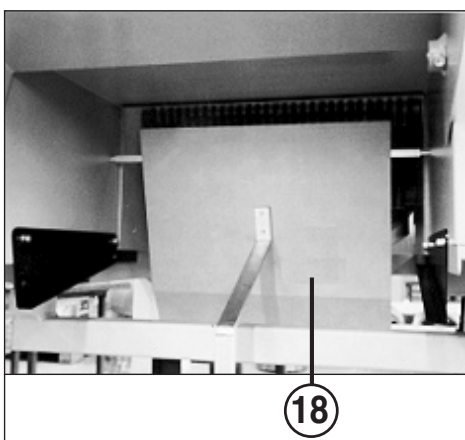

Abb. 3
- 18 = Schaltklappe „Behälter voll“ (Abb. 3)
MONTAGE DER SCHALTKLAPPE (Abb. 3):